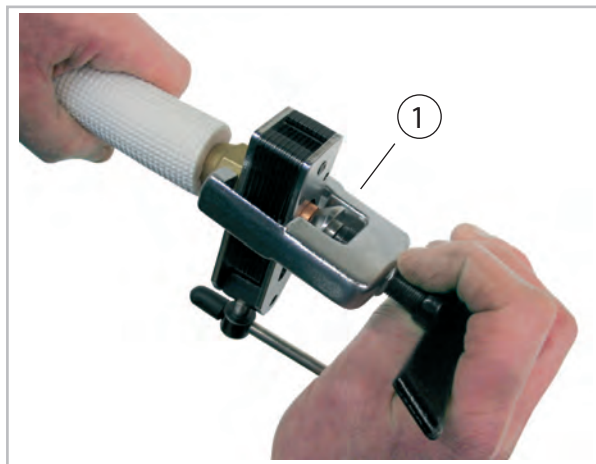
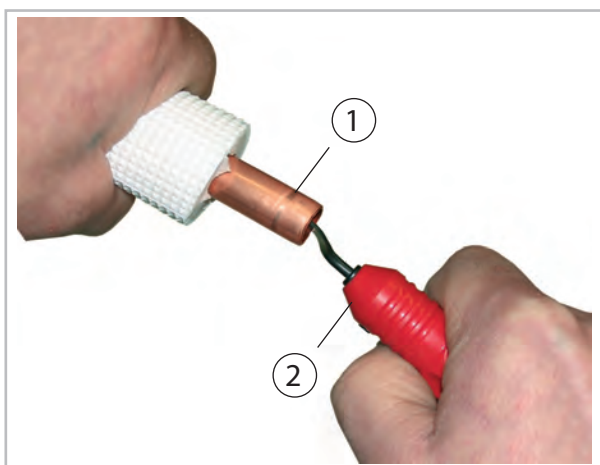

Abb. 31: Bördeln der Kältemittelleitung
Abb. 30: Entgraten der Kältemittelleitung
8. ➤ Bearbeiten Sie die verlegten Kältemittelleitungen wie im Folgenden dargestellt (Abb. 30 und Abb. 31).